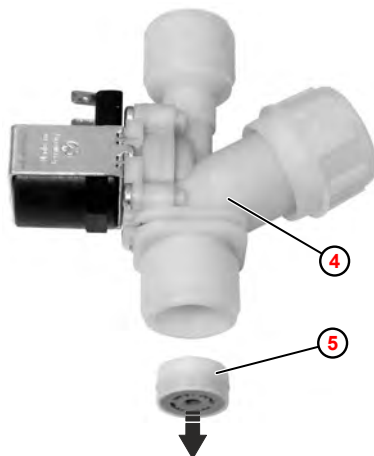

Abb. 19: Mengenregler ausbauen
- ④ Magnetventil
- ⑤ Mengenregler
4. Bei Bedarf, Mengenregler ⑤ mit einem geeigneten Werkzeug (z.B. Reißnadel) aus dem Magnetventil ④ ausbauen. Der Mengenregler wird dabei zerstört.
5. ► **Neuen** Mengenregler einsetzen, dabei unbedingt auf die korrekte Einbaulage achten ( Abb. 19 ).